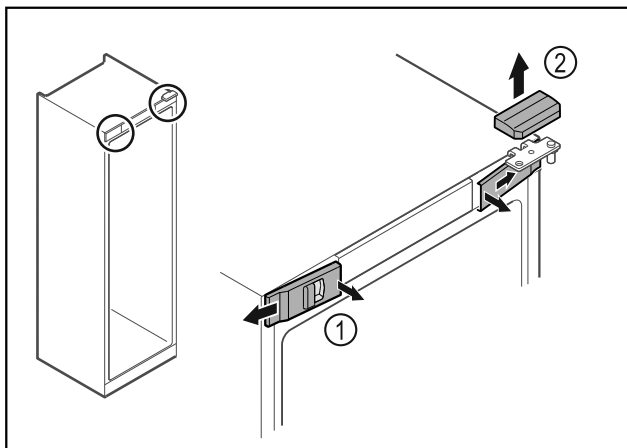

Fig. 7\*
- ▶ Desencajar las cubiertas delanteras Fig. 7 (1) del interior y dejarlas a un lado.\*
- ▶ Retirar hacia arriba la cubierta superior Fig. 7 (2)\*